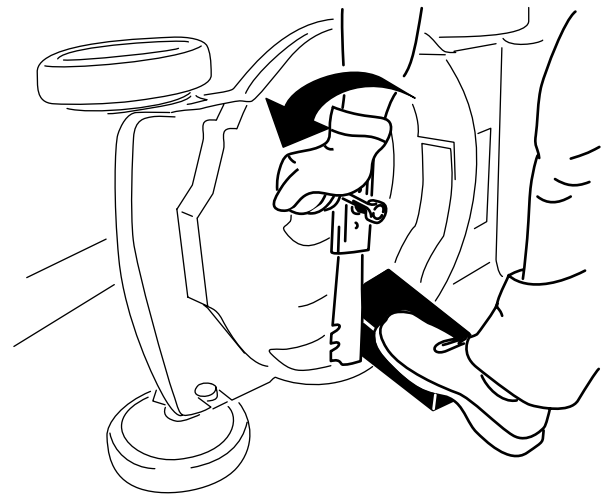

Bild 28
2. Stabilisieren Sie das Messer mit einem Holzblock (Bild 28).
3. Nehmen Sie das Messer ab und bewahren Sie alle Befestigungsschrauben auf (Bild 28).